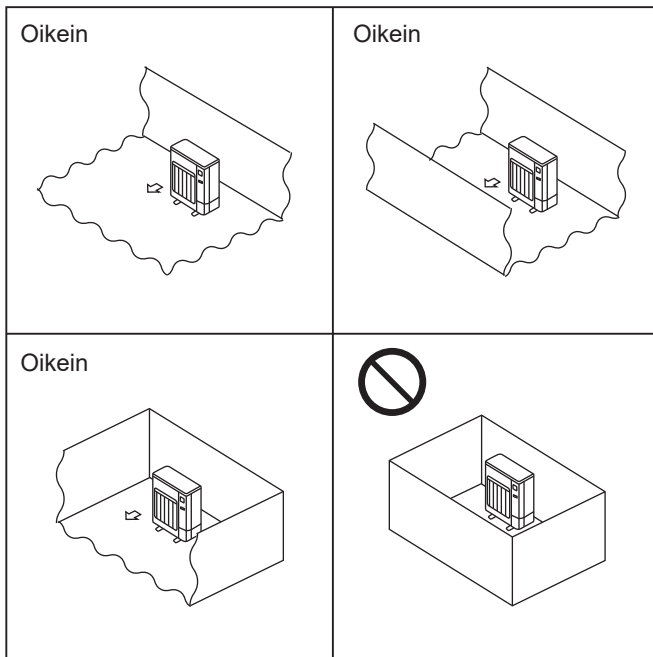

Fig. 2-1
- Asenna ulkoyksiköt paikkaan, jossa vähintään yksi neljästä sivusta on avoin. Asennuspaikan on oltava riittävän suuri, eikä siinä saa olla syvennyksiä. (Fig. 2-1)